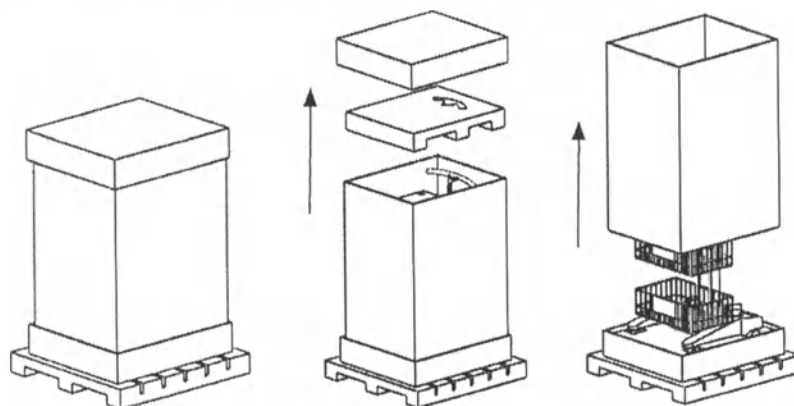

Рис. 4.1. Снятие упаковки
- 4.1 Снимите верхнюю крышку, пеноматериал и корпус упаковки тележки iCart, а также защитную пластиковую пленку, см. рис. 4.1.